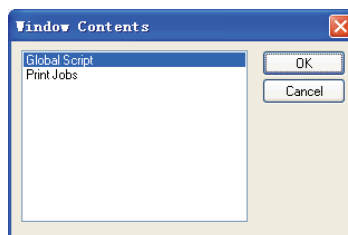

图 13-7 “Window Contents” 对话框
- 2) 从“Window Contents”对话框中选择“Global Script”选项，并单击“OK”按钮确认选择，如图 13-7 所示。